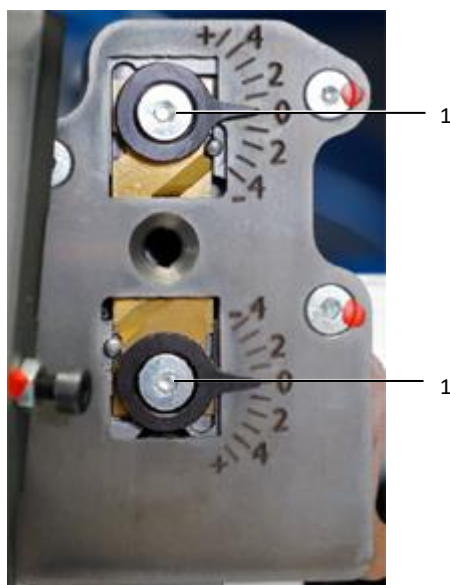

Fig. 6: unité de dénudage
- Desserrer les deux vis excentriques (fig. 6, pos. 1) (clé à six pans creux 2,5 mm).